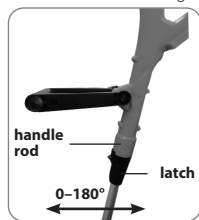

Fig. 8
- Handle rod: 90° or 180° (see fig. 8)